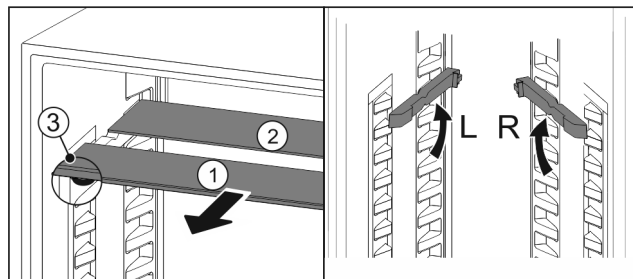

Fig. 154
- Skleněné desky jednotlivě vytáhněte dopředu Fig. 154 (1).
- Skleněná deska Fig. 154 (1) s ozdobnou lištou leží vpředu.
- Zárážky Fig. 154 (3) směřují dolů.